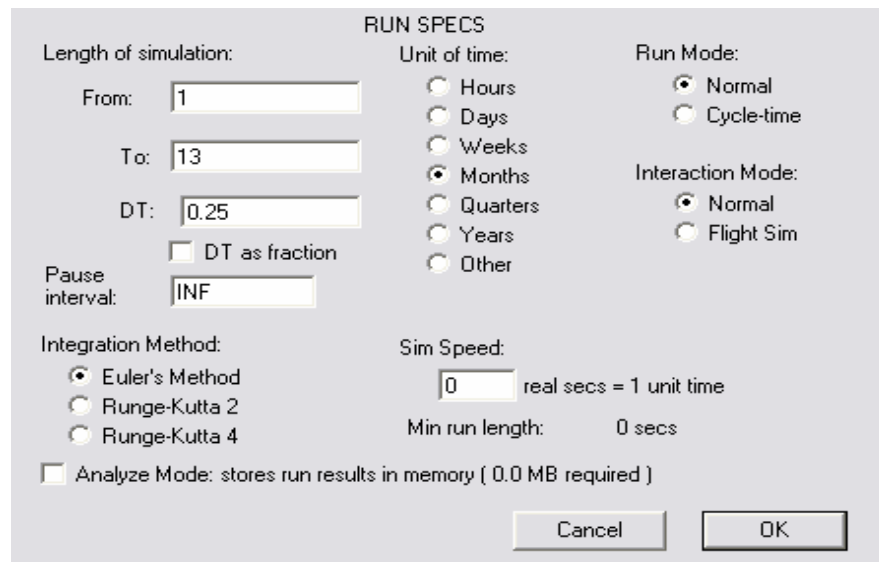

Рис.2.14
**Run Specs** – этот пункт меню (Рис.2.11) вызывает появление диалогового окна, в котором можно задать продолжительность моделирования, временной шаг между вычислениями (**DT**), интервал между перерывами в симулировании, метод итерации, единицы измерения времени в модели и тип запуска (в нормальном или циклическом времени). Данное диалоговое окно представлено на Рис.2.14.